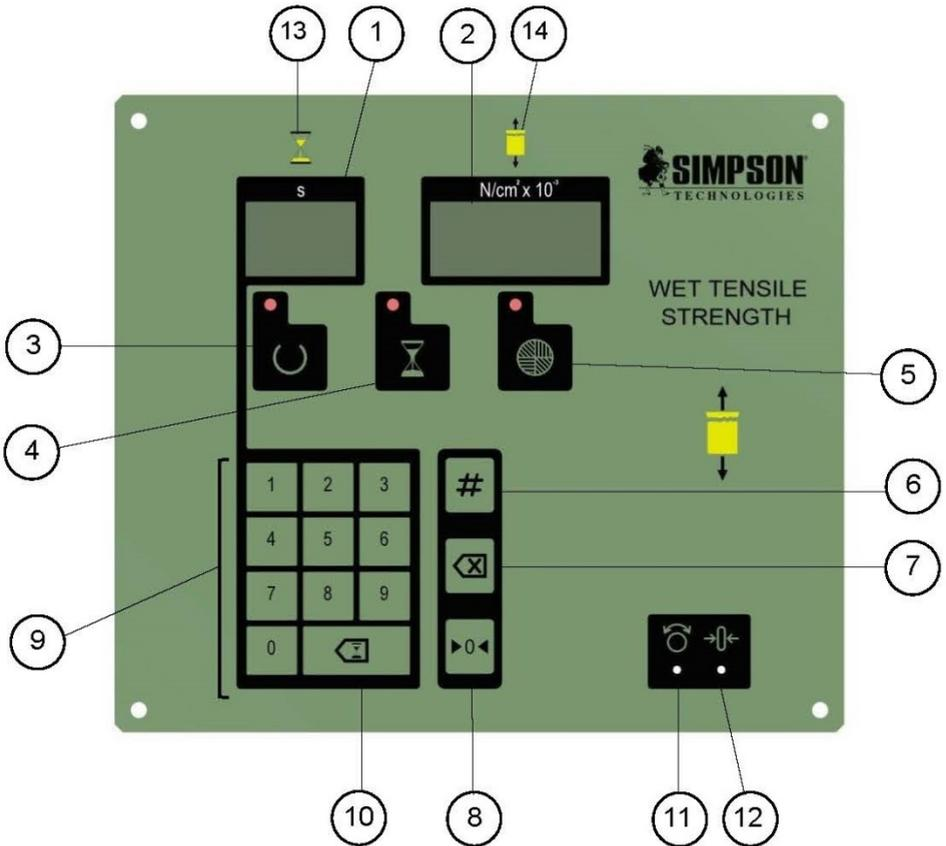

Figure 7-1 - Panneau électronique
Ces informations peuvent être utilisées pour identifier et dépanner les messages d'erreur qui peuvent apparaître sur l'affichage de la charge (Figure 7-1, élément 2) de l'appareil d'essai de résistance à la traction sur sol humide.
Si un message d'erreur s'affiche sur l'écran de charge, il est nécessaire d'appuyer sur le bouton Effacer l'affichage de la traction (Figure 7-1, élément 7) pour récupérer le système d'exploitation de l'appareil d'essai de résistance à la traction sur sol humide.
- » L'indicateur Prêt à démarrer (Figure 7-1, élément 3) était éteint.
Ce message d'erreur peut également apparaître immédiatement après avoir appuyé sur le bouton d'affichage de la traction zéro (Figure 7-1, article 8) si l'appareil d'essai de résistance à la traction sur sol humide détecte une perturbation de la charge sur la fourchette de mesure ou si la fourchette de mesure a été perturbée et/ou bloquée mécaniquement au moment où le bouton d'affichage de la traction zéro a été enfoncé.
6. Avec un chronomètre, mesurez soigneusement le temps qui s'écoule entre le moment où les valeurs commencent à apparaître sur l'affichage de la charge (Figure 7-1, élément 2) jusqu'à ce que les premières valeurs stables apparaissent sur l'affichage numérique. Notez le temps nécessaire pour terminer le chargement. Le taux d'application de la charge est calculé en divisant la résistance à la traction à l'état humide indiquée par le temps mesuré en secondes.
2. Ajustez soigneusement le zéro d'étalonnage (Figure 7-1, élément 12) à l'aide d'un petit tournevis à travers le petit trou d'accès du panneau avant électronique. Tournez lentement et doucement la vis du zéro d'étalonnage pour obtenir une lecture de 00 sur l'affichage de la charge (Figure 7-1, élément 2).
Ajustez soigneusement la plage d'étalonnage (Figure 7-1, élément 11) à l'aide d'un petit tournevis à travers le petit trou d'accès dans le panneau avant électronique. Tournez lentement et doucement la vis de calibration tout en regardant l'affichage de la charge (Figure 7-1, élément 2). Ajustez la vis jusqu'à ce que le poids du poids d'étalonnage principal apparaisse sur l'affichage de la charge.
6. L'affichage de charge (Figure 7-1, élément 2) doit indiquer 00. Sinon, répétez les étapes 2 à 6 jusqu'à ce que l'affichage de charge indique 00 après que le poids d'étalonnage principal a été retiré de la fourche de mesure.
3. À l'aide du clavier numérique (Figure 7-1, Élément 9), entrez un court temps de chauffage (2 secondes). Voir la section 5.2 «Exécution d'un test de résistance à la traction à l'état humide» pour la procédure détaillée de programmation du temps de chauffage.
5. Appuyez sur le bouton (Figure 7-1, élément 6). La table et le tube d'alignement se lèveront et entreront en contact avec la plaque chauffante. Le tableau restera dans cette position pour le temps de chauffage du programme. Après cela, la table tombera lentement et la bride du tube d'alignement entrera en contact avec les broches de support de la fourche de mesure.